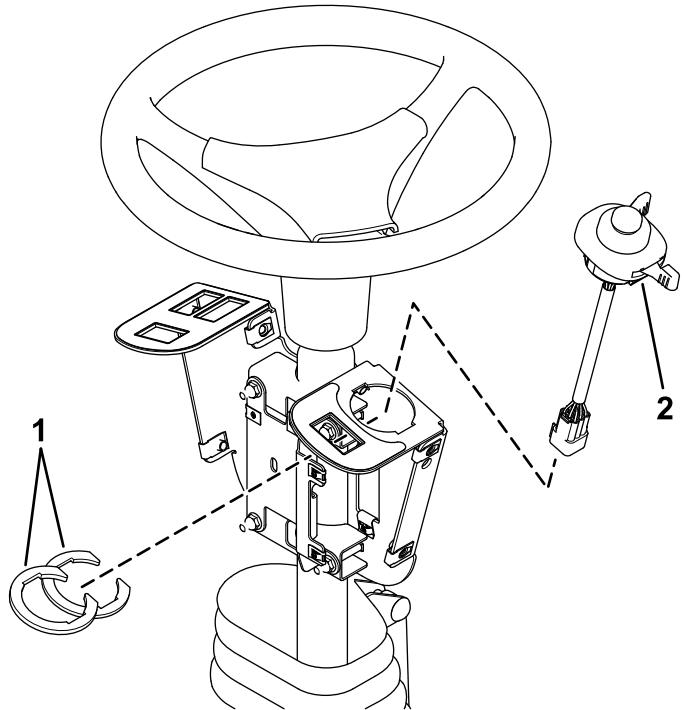

Figure 5
- Installez le commutateur multifonction sur son support et fixez-le en place avec les clips placés sous le trou du commutateur (Figure 5).